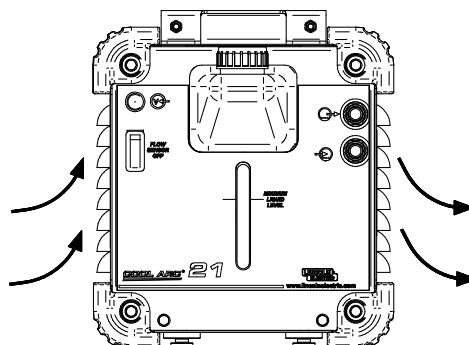

Figura 4.
9. Fante pentru circulația aerului: permit circulația corespunzătoare a aerului de răcire (Figura 4).